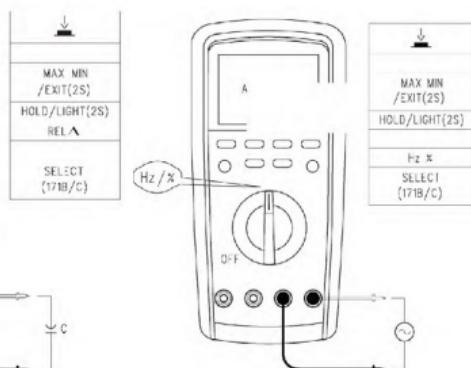

Figura 8
6. Medição de frequência/fator de ciclo (veja a Figura 8)